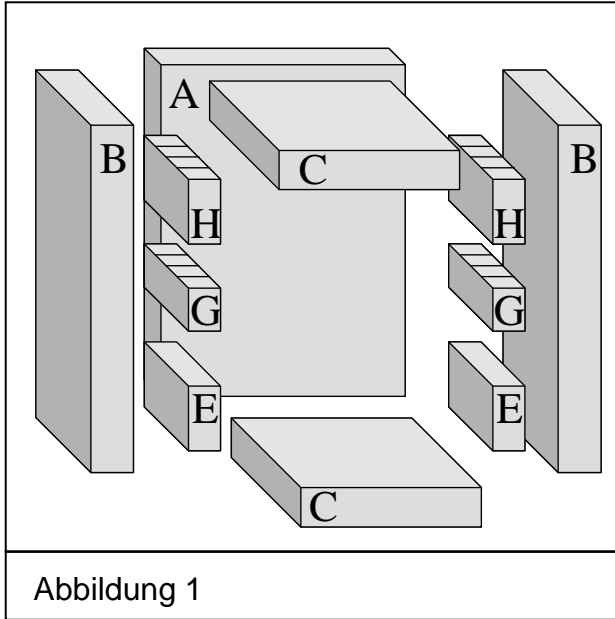

Abbildung 1
- Zuerst wird das Styroporgehäuse entsprechend Abb. 1 zusammengeklebt. Dabei werden auf die Hinterwand zuerst Seitenwände, Boden und Oberseite geklebt, und dann die restlichen Styroporplatten verklebt.